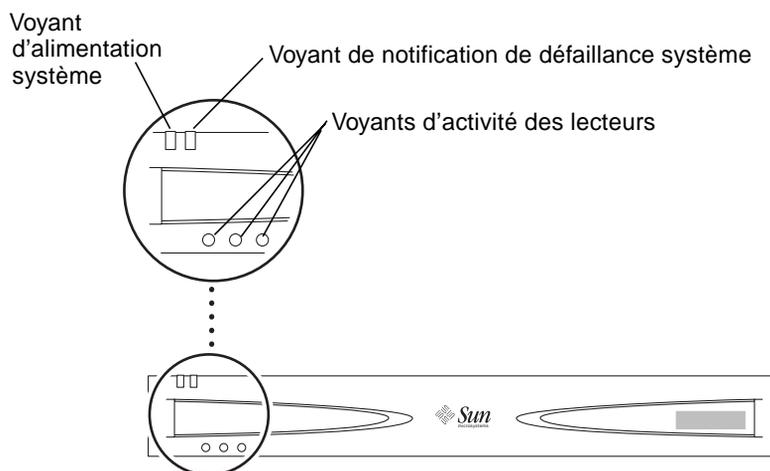
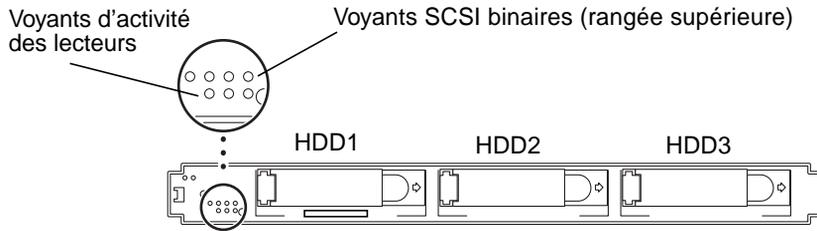

FIGURE 5-1 Voyants du panneau avant avec cache
FIGURE 5-2 Voyants du panneau avant sans le cache
Les voyants du panneau avant indiquent l'état de l'alimentation système, les défauts du système, l'activité du disque dur et l'affectation des adresses SCSI. La FIGURE 5-1 et la FIGURE 5-2 présentent l'emplacement des voyants sur le panneau avant. Le TABLEAU 5-1 indique leur signification, ainsi que des actions correctives. Un aide-mémoire expliquant la signification des voyants d'adresse SCSI est également joint au système.
2. Localisez les voyants SCSI binaires (voir FIGURE 5-2).